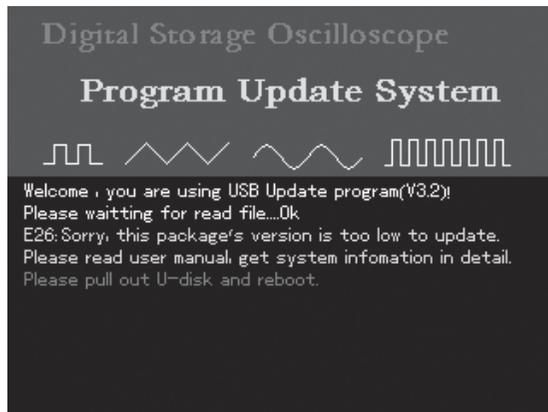

图6-14
9、升级时，读取程序升级包信息，发现升级文件的软件版本低于当前示波器的软件版本时，将出现图6-14所示，提示“程序升级包的软件版本低于当前示波器的软件版本，请阅读用户手册，在UTILITY的系统信息菜单中查阅示波器的软件版本，并获得大于或等于当前示波器软件版本的升级包。请拔出U盘，重启示波器”。